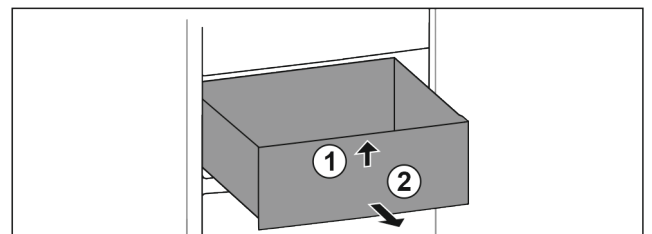

Fig. 99
- ▶ Levante el cajón por delante. Fig. 99 (1)
- ▶ Extraiga el cajón hacia delante. Fig. 99 (2)